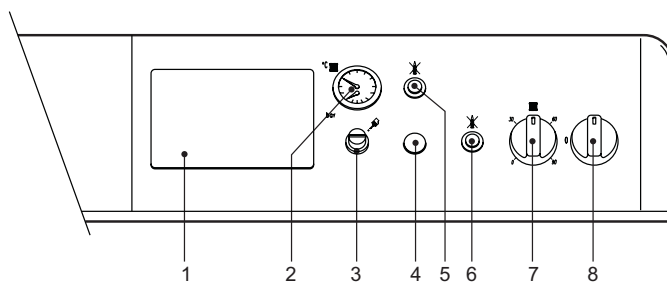

fig. 1
- Portare l'interruttore di caldaia "8" sulla posizione 1 (fig. 1).
- Qualora la caldaia venga dotata di una centralina elettronica termostatica, montata in posizione 1 di fig. 1, l'utente dovrà tenere conto anche delle istruzioni fornite dal costruttore della stessa.
Ruotando la manopola 7 di fig. 1 in senso orario la temperatura dell'acqua di riscaldamento aumenta, in senso antiorario diminuisce. La temperatura può essere variata da un minimo di 30° ad un massimo di 90°. Consigliamo comunque di non far funzionare la caldaia al di sotto dei 45°.
Impostare tramite il termostato ambiente la temperatura desiderata all'interno dei locali. Su comando del termostato ambiente la caldaia si accende e porta l'acqua impianto alla temperatura impostata dal termostato di regolazione caldaia 7 di fig. 1. Al raggiungimento della temperatura desiderata all'interno dei locali il generatore si spegne.
La pressione di caricamento ad impianto freddo, letta sull'idrometro caldaia part. 2 di fig.1, deve essere di circa 1,0 bar. Qualora durante il funzionamento la pressione dell'impianto scendesse (a causa dell'evaporazione dei gas disciolti nell'acqua) a valori inferiori al minimo sopra descritto, l'Utente dovrà, agendo sul rubinetto di caricamento, riportarla al valore iniziale. A fine operazione richiudere sempre il rubinetto di riempimento.